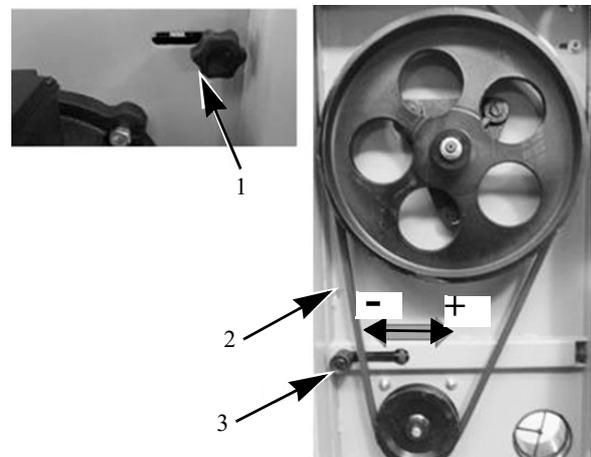

Abb. 19: Antriebsriemen spannen
Die Spannung am Antriebsriemen (Pos. 3, Abb. 19) kann mittels Spannrollenposition (Pos. 2, Abb. 19) verändert werden.
- Klemmschraube (Pos. 1, Abb. 19) lösen
- Position der Spannrolle durch Festziehen der Klemmschraube (Pos. 1, Abb. 19) fixieren
- Position der Spannrolle durch Festziehen der Klemmschraube (Pos. 1, Abb. 19) fixieren.